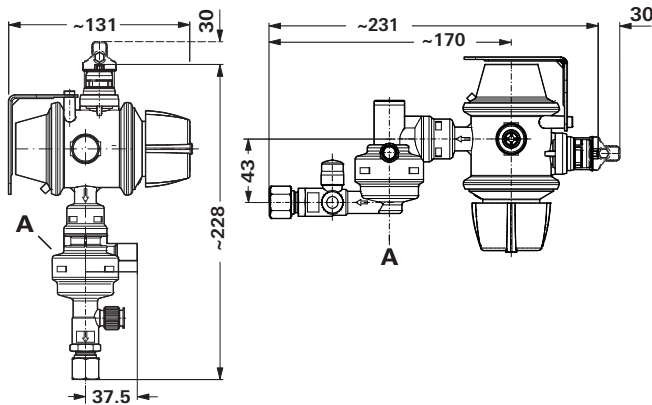

Bild 3 Maße in mm. Darstellung nicht maßstabsgerecht.
- DuoControl CS muss je nach Ausführung vertikal an einer stabilen Wand oder horizontal an der Decke des Gasflaschenkastens eingebaut werden. Das **Auslöseelement** (Bild 3 – A) muss immer in **senkrechter Position** stehen.